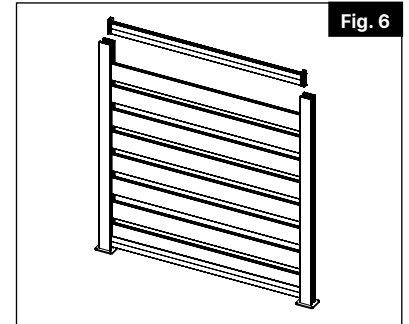

Fig. 6
Instalación horizontal: instale 8 tablas de relleno (Fig. 6).
Inserte los canales de postes de PVC de 44 $\frac{3}{8}$ " en los postes. La parte inferior del canal debe quedar sobre el soporte inferior. Del kit de herrajes, utilice un (1) tornillo n.º 10 x $\frac{3}{4}$ " y fíjelo al poste cerca del centro (Fig. 6).